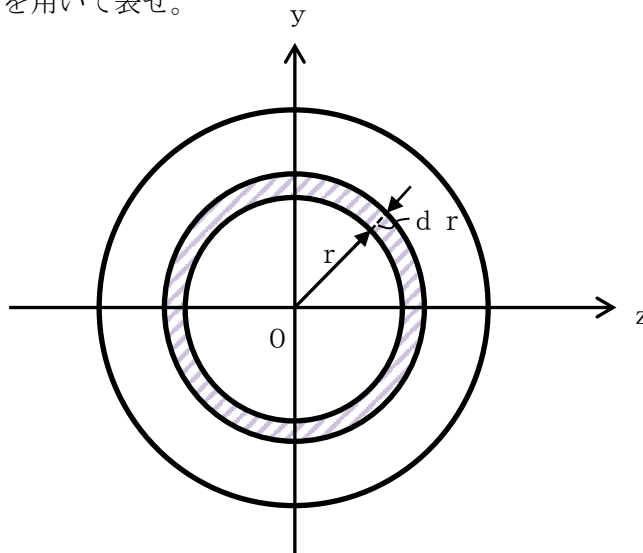

図 2
- (1) 丸棒の比ねじり角を θ [rad/m]、横弾性係数を G [Pa] とする。丸棒の任意の半径 r [m] の点のねじり応力 τ [Pa] を G 、 r 、 θ を用いて表せ。
- (2) 図 2 に示すように、丸棒の断面を考える。断面二次極モーメントを I [m⁴] とするとき、 I を d を用いて表せ。